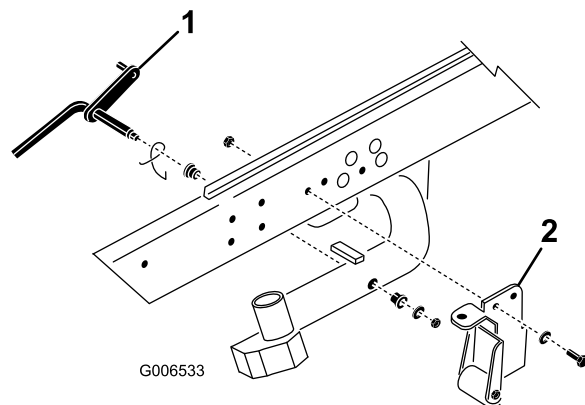

Рисунок 3
1. Отверните контргайку с шайбой, крепящие ось поворота к подъемному рычагу № 2 (Рисунок 3). Снимите ось поворота и пружину с подъемного рычага. Повторите эту процедуру для подъемных рычагов № 1 и № 3.
Примечание: Кронштейн опрокидывателя с роликом и опорные кронштейны опрокидывателя не требуются при эксплуатации режущих блоков DPA (Рисунок 3).